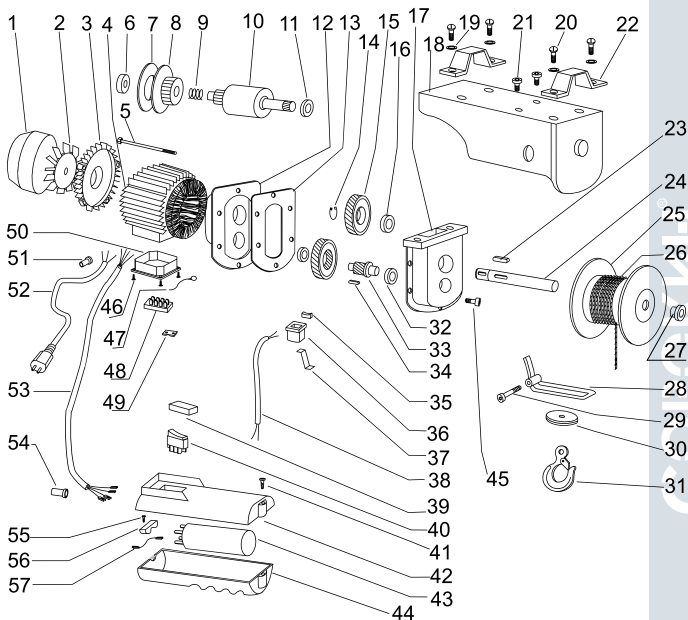

Рисунок 1 - Устройство электротельфера
С помощью дистанционного пульта, манипулируйте степенью подъёма или спуска груза. Когда фиксатор (30, рис. 1) упрётся в стопор (28) мотор электротельфера автоматически остановится. Это позволяет уберечь мотор от перегрузки и его повреждения.